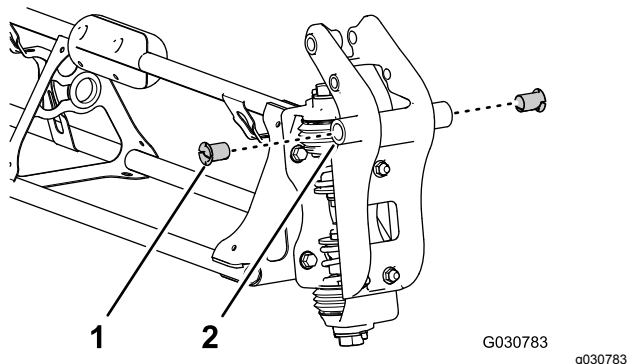

Рисунок 120
2. Вставьте нейлоновые фланцевые втулки в отверстия диаметром 31,8 мм (1-1/4 дюйма) с каждой стороны крепления оси поворота (Рисунок 120).